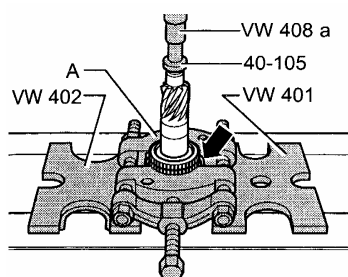

图 12-75 压出第 3、4 挡同步器
(6) 压出第 3 和第 4 挡同步器体时，朝第 3 挡换挡齿轮按压用于第 3 挡的同步器齿环，如图 12-75 箭头所示，然后装配分离装置 A (25~115mm)。